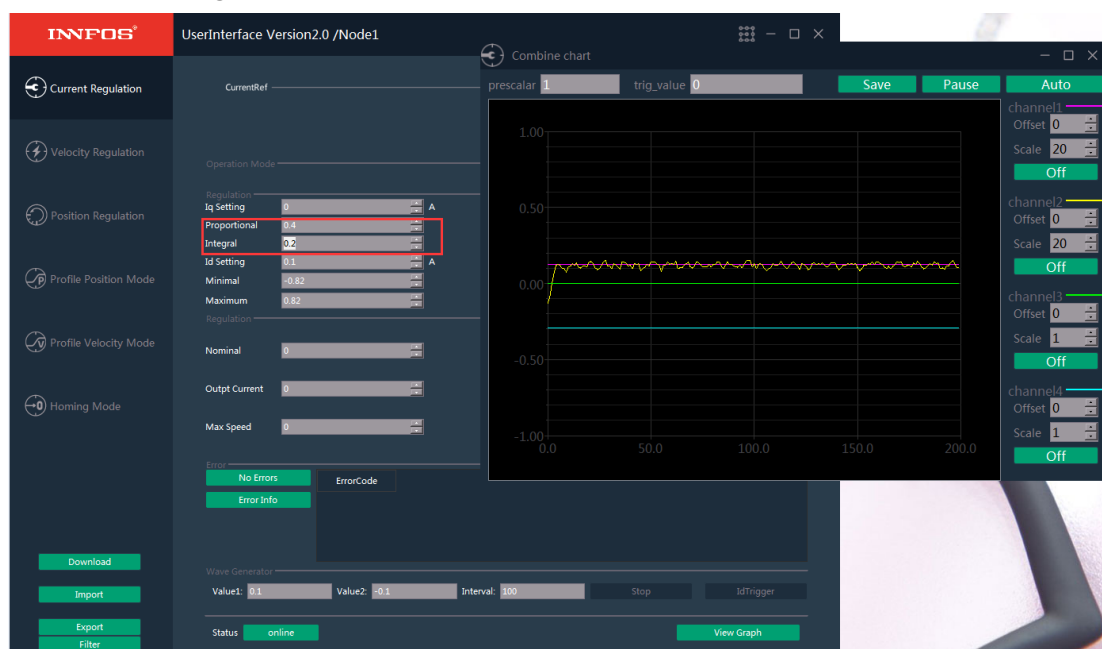

图 18
7.调节 Proportional 和 Integral (PI) 的数值，可通过示波器观测调试效果，如图 18